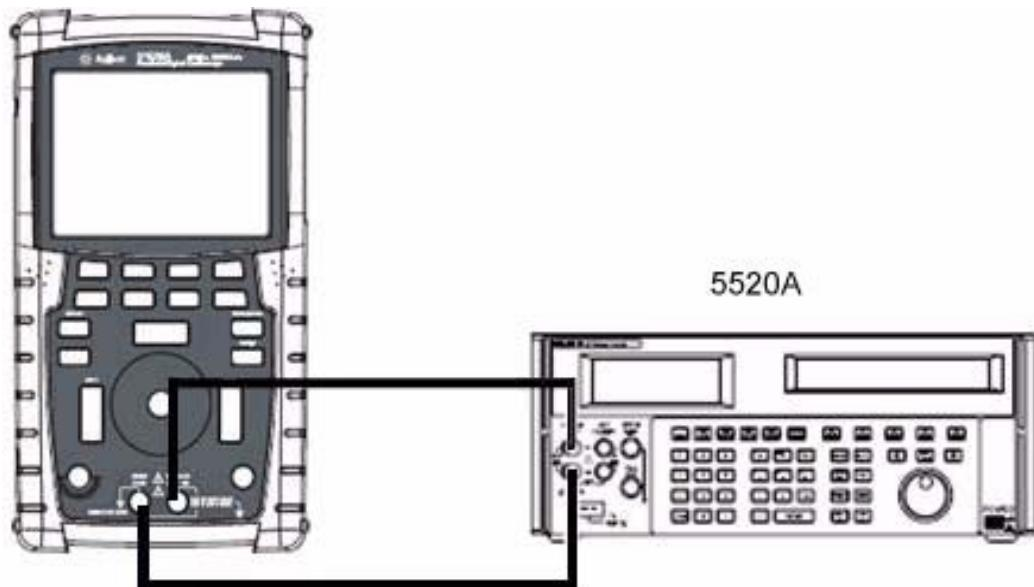

图 7-2 测试从校准器到仪器的连接
- 4 使用香蕉插头将校准器连接到仪器的输入和接地端子，如图 7-2 所示。
- 4** 使用香蕉插头将校准器连接到仪器的输入和接地端子，如图 7-2 所示。